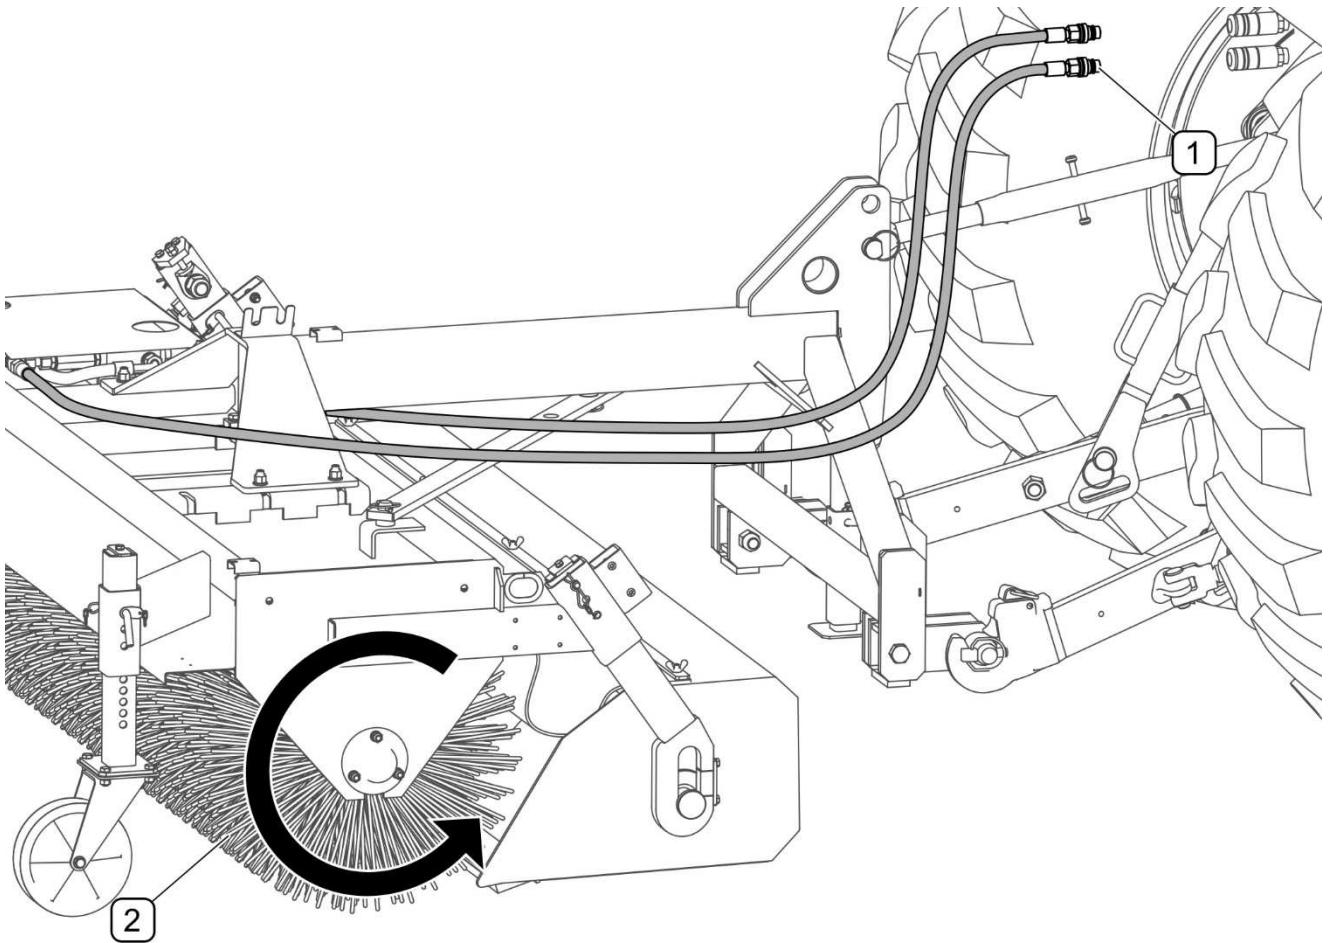

FIGURE 4.2 Raccordement de l'installation hydraulique au tracteur et sens de rotation du rouleau de balayage
Brancher les connecteurs (1) des raccords hydrauliques aux prises d'une section du distributeur hydraulique extérieure du tracteur (FIGURE 4.2). Le rouleau de balayage (2) commence à tourner juste après avoir actionné un circuit hydraulique approprié au moyen du levier du distributeur hydraulique du tracteur. Si le rouleau (2) tourne dans un mauvais sens ou ne tourne point, il faut interchanger les connecteurs (1) de tuyaux hydrauliques.